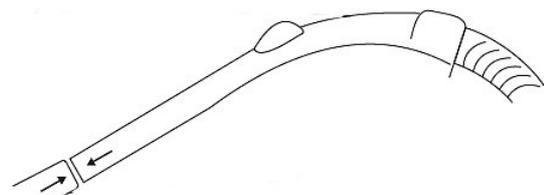

Abb. 7: Montage des Saugrohrs
Schritt 5: Setzen Sie die andere Seite des flexiblen Schlauchs in das Saugrohr (Abb.7). Drehen Sie den Griff dabei um eine feste Verbindung herzustellen.